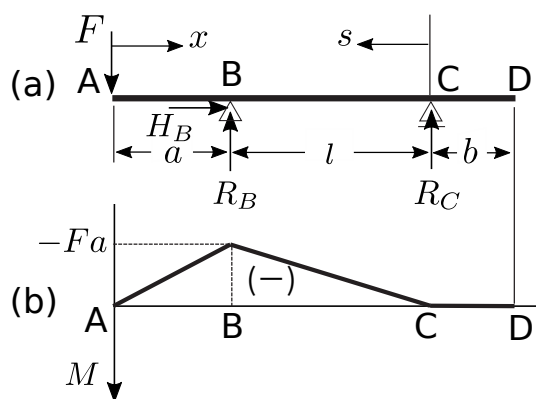

図 1: 支点反力の正方向と，曲げモーメント図 (問題 1).
となり, 曲げモーメント図は図 1-(b) のようになる．
3. 図 1-(a) において $F = 1$ としたものを補助系として単位荷重法を用いればよい．補助系の曲げモーメントを $\tilde{M}_i, (i = 1, 2, 3)$ とすれば,